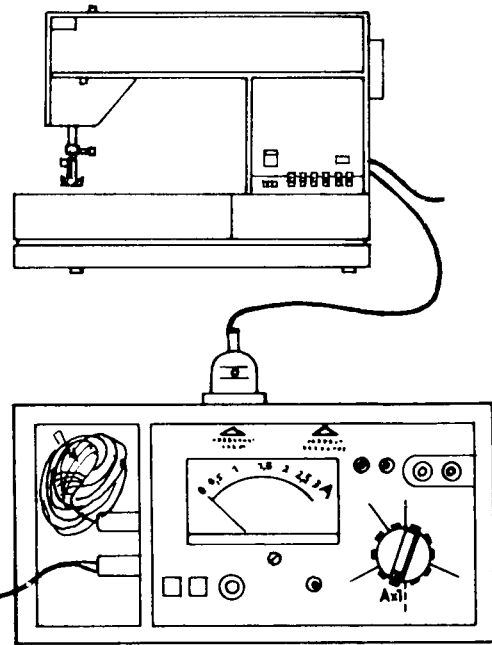

Fig. 60a
- Meßwert: 0,5 A maximal (siehe Abb. 60a).